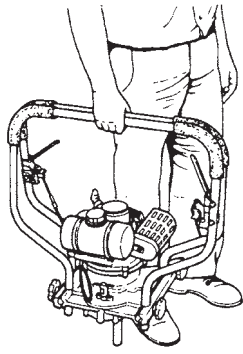

Fig. 13
- 1) Se dobrar as pegas para cima, estas podem ser usadas como pegas de transporte. (Fig. 13)